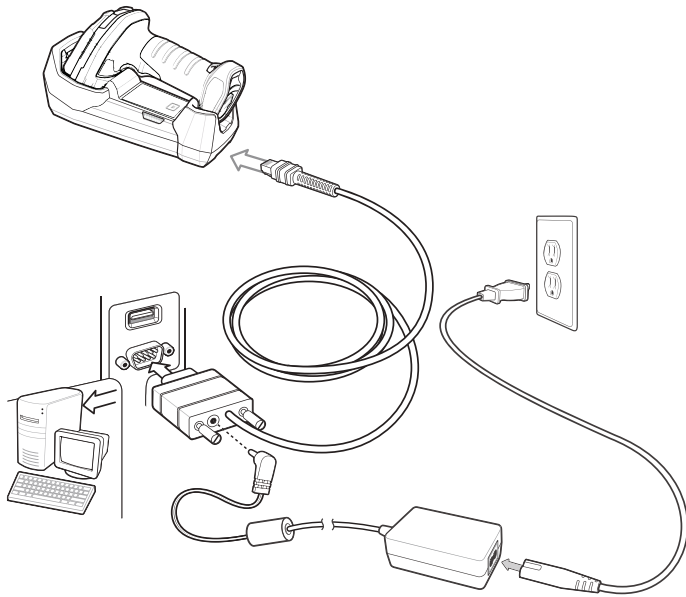

図 9-1 DS3678 への RS-232 直接接続
- ✓ **メモ** 必要なインタフェース ケーブルは、設定によって異なります。図 9-1 のイラストに示したコネクタは、あくまでも例です。コネクタはイラストと異なる場合がありますが、クレードルを接続する手順は同じです。